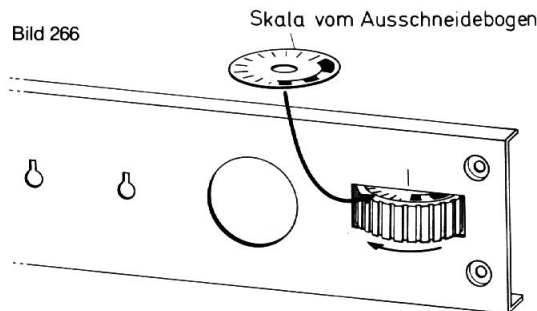

Bild 266
- () Skala „Radio“ ausschneiden. Abstimmrad in Pfeilrichtung (Bild 266) bis zum Anschlag drehen und Skala auflegen. Der Anfang der gewünschten Skala muß sich genau unter der Meßmarke befinden. Skala in dieser Lage mit etwas Alleskleber befestigen, so daß sie wieder entfernt werden kann.